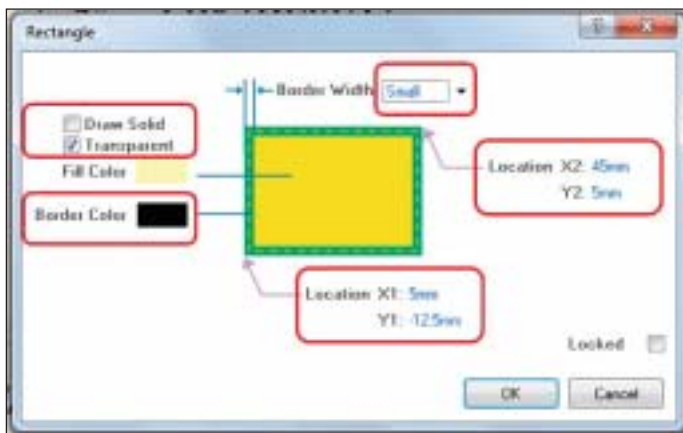

Рис. 22. Изменение параметров УГО
- Откройте окно свойств прямоугольника, дважды щелкнув по нему правой кнопкой мыши. Измените параметры в соответствии с рисунком и нажмите OK (рис. 22).